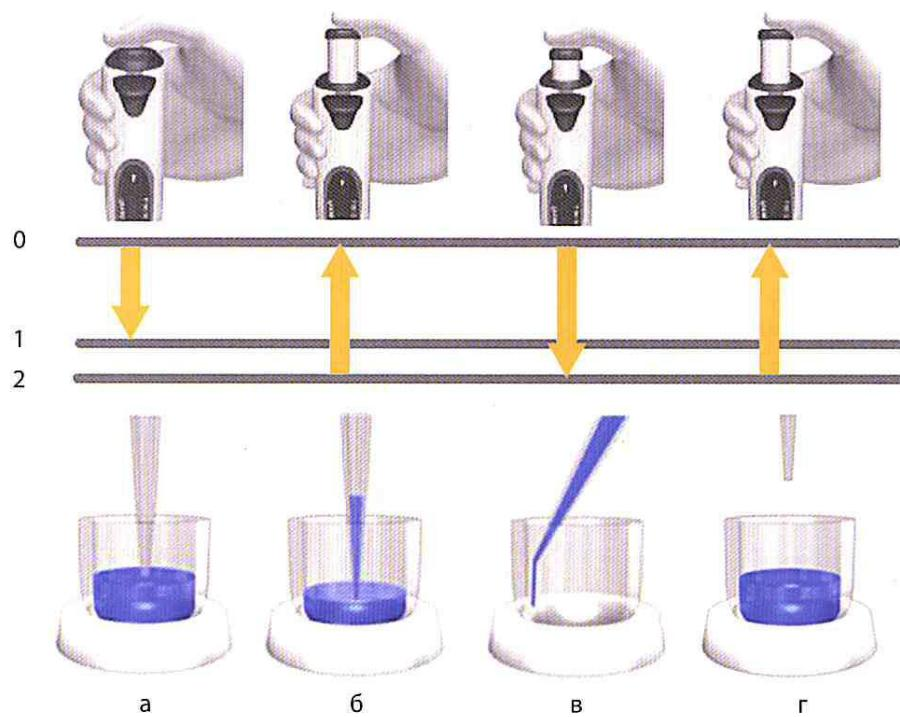

Рис. 4. Схема прямого дозирования.
3. Нажмите на операционную кнопку до первого упора (см. рис. 4а). Опустите наконечник в жидкость на глубину 2-3 мм.
4. Плавно отпустите операционную кнопку (требуемый объем жидкости набрался в наконечнике) (см. рис. 4б).
5. Касаясь стенки сосуда наконечником, под углом 30-45 градусов медленно и плавно нажмите операционную кнопку до первого, а затем и до второго упора (произошло сбрасывание жидкости из наконечника) (см. рис. 4в).
6. Отпустите операционную кнопку, предварительно вынув наконечник из сосуда (см. рис. 4г). Дозирование окончено.